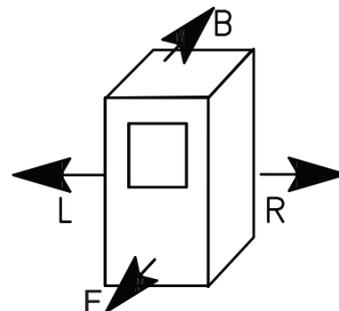

Fig. 1
- 3) à une installation à vase fermé avec soupape fournie en option (voir fig. 1 page xx).
## DISTANCES DE SECURITE (FIG. 1)
Les parties ignifuges du revêtement (poutres ou cadres) ne doivent pas présenter de points de contact avec la thermocheminée mais être espacées de façon adaptée par rapport à cette dernière d'au moins 1-2 cm pour permettre un flux d'air qui empêche l'accumulation de chaleur (voir fig. 1/a).
La hotte peut être réalisée avec des panneaux ignifuges en Placoplatre ou en tout cas avec des matériaux absolument non inflammables. Il est conseillé d'aérer l'intérieur de la contre-chape tout en permettant une entrée d'air par le bas (espace entre la trappe et la poutre), qui par un mouvement convectif sortira à travers une grille à installer en haut, en obtenant ainsi la récupération de la chaleur et en évitant les surchauffes excessives (voir fig. 1/a).